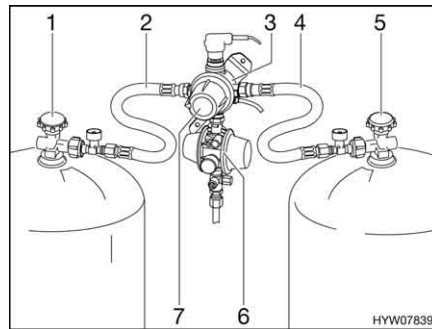
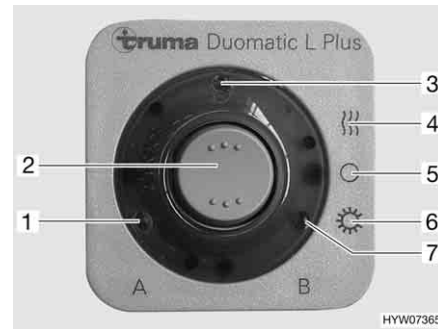

Fig. 117 Impianto di commutazione DuoComfort
Fig. 118 Centralina di controllo
L'impianto di commutazione DuoComfort è costituito da una valvola di commutazione (Fig. 117,3) e da una centralina di controllo (Fig. 118). Il regolatore centrale è montato tra il regolatore di pressione del gas (Fig. 117,6) e i tubi del gas (Fig. 117,2 e 4). Con la manopola (Fig. 117,7) sulla valvola di commutazione è possibile stabilire, quale delle bombole del gas viene utilizzata come bombola in uso e quale bombola del gas viene utilizzata come bombola di riserva.
Sulla centralina di controllo (Fig. 118) possono venire azionate solo le funzioni elettriche. Le valvole principali di arresto delle bombole del gas (Fig. 117,1 e 5) devono essere aperti manualmente.
- Aprire le valvole principali di arresto delle bombole del gas (Fig. 117,1 e 5).
- Con la manopola (Fig. 117,7) sul regolatore (Fig. 117,3) selezionare la bombola del gas, da cui proviene la principale alimentazione del gas (bombola in uso).
- Sulla centralina di controllo (Fig. 118) attivare l'impianto di commutazione DuoComfort.
Posizionare l'interruttore a bilico (Fig. 118,2) su funzionamento invernale "On e riscaldamento" (Fig. 118,4) oppure su funzionamento estivo "On" (Fig. 118,6). La valvola di commutazione è ora disareata. L'indicazione di funzionamento (Fig. 118,3) si accende.
- Portare l'interruttore a bilico (Fig. 118,2) in posizione "O" (Fig. 118,5). L'indicazione di funzionamento (Fig. 118,3) si spegne.
- Chiudere le valvole principali di arresto delle bombole del gas (Fig. 117,1 e 5).
Le spie di controllo sulla centralina di controllo (Fig. 118,1 e 7) segnalano all'interno del veicolo, se le bombole del gas sono pronte al funzionamento.